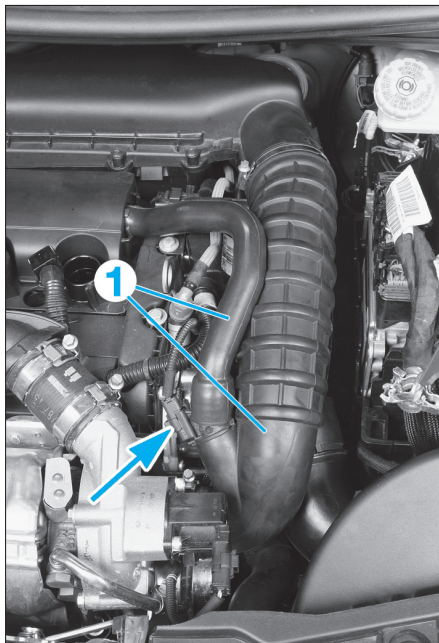

Fig. 21
- Débrancher le connecteur comme illustré (Fig.21).